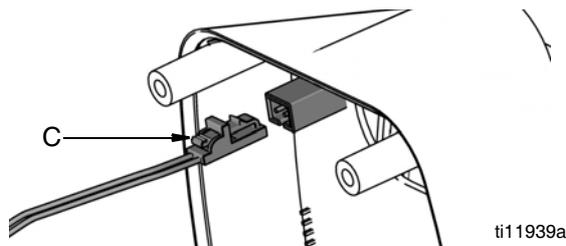

FIG. 49
10. Rebrancher le fil de l'électrovanne (C) (FIG. 49).